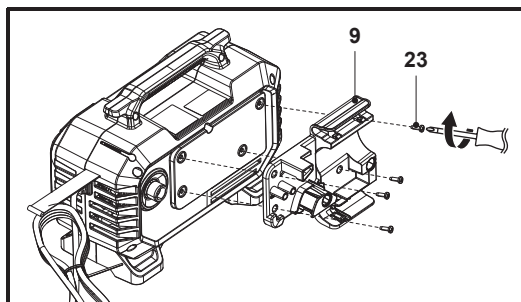

Fig. 1
Utiliser un tournevis cruciforme adapté (non fourni) pour serrer les 4 vis (ST4,8 x 16) (23) et fixer la plaque de fixation (9) à l'arrière de la machine (Fig. 1).